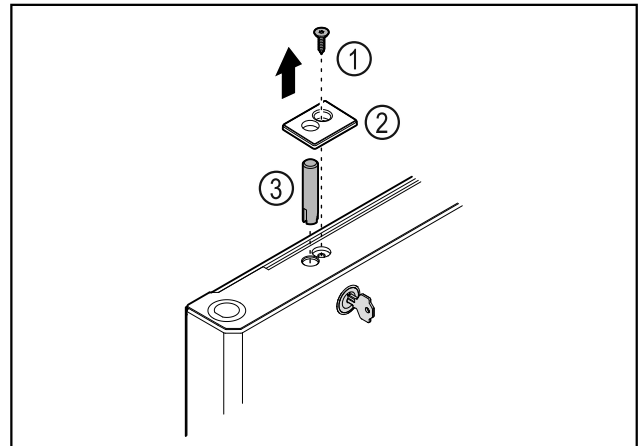

Fig. 43
- Αφαιρέστε τη βίδα Fig. 43 (1).
- Ξεκουμπώστε το κάλυμμα Fig. 43 (2) με ένα μικρό κατσαβίδι και αφαιρέστε το.
- Τραβήξτε έξω τον πείρο της κλειδαριάς Fig. 43 (3).